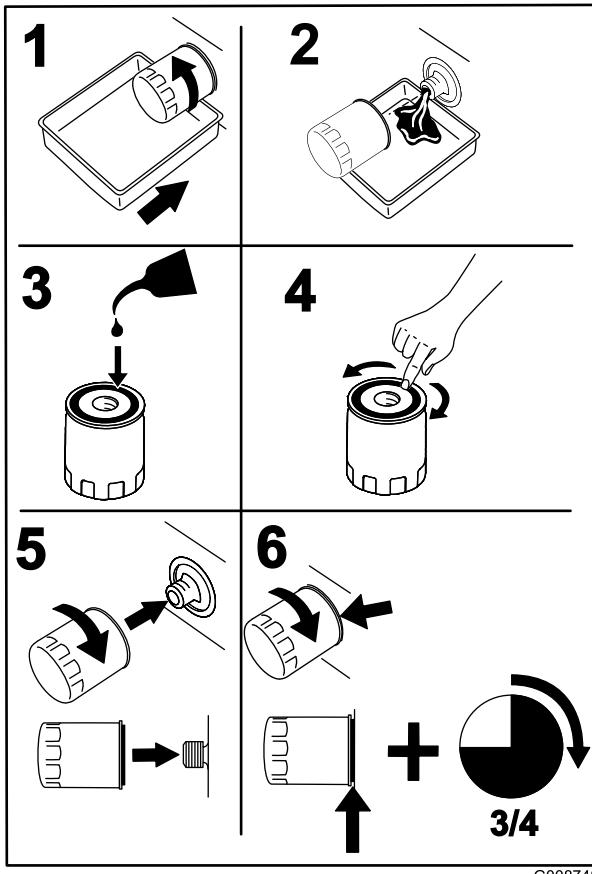

Figure 41
4. Placez un bac de vidange sous le filtre à huile et tournez le filtre dans le sens antihoraire pour le déposer (Figure 41).